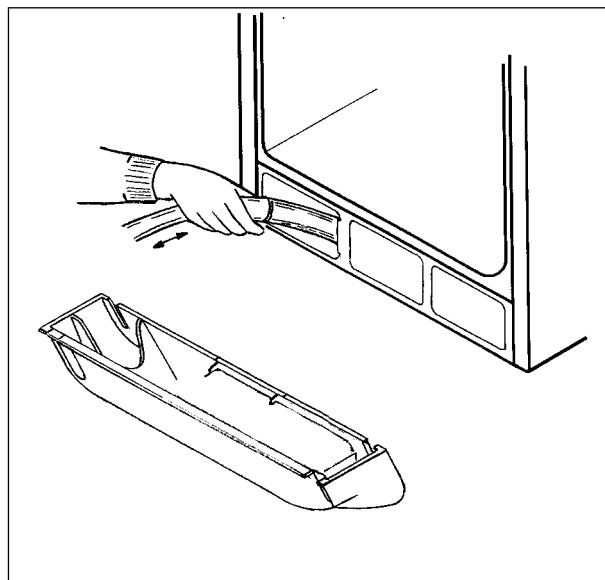

Рис.12
- Чтобы прочистить конденсатор в нижней части прибора (черная волнистая решетка), сначала снимите пластиковую вентиляционную решетку: нажмите на нее книзу и потяните на себя. Теперь прочистите конденсатор пылесосом. Не забудьте перед чисткой отключить прибор кнопкой Вкл/Выкл (см. рис. 12).